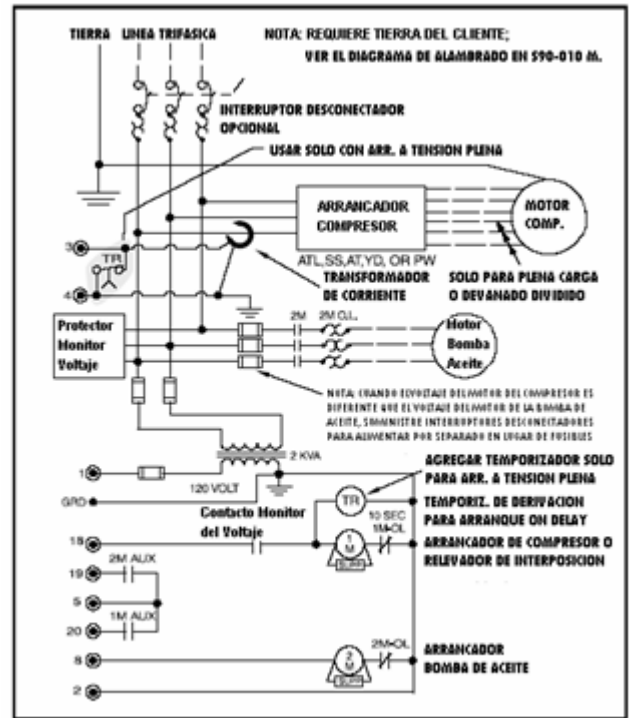

Figura 10. Diagrama de cableado arrancador.
Si no se instala el elemento derivador, la tarjeta analógica I/O en el tablero Quantum™ (LX) podría dañarse severamente a la hora del arranque. Ver Figura 10.